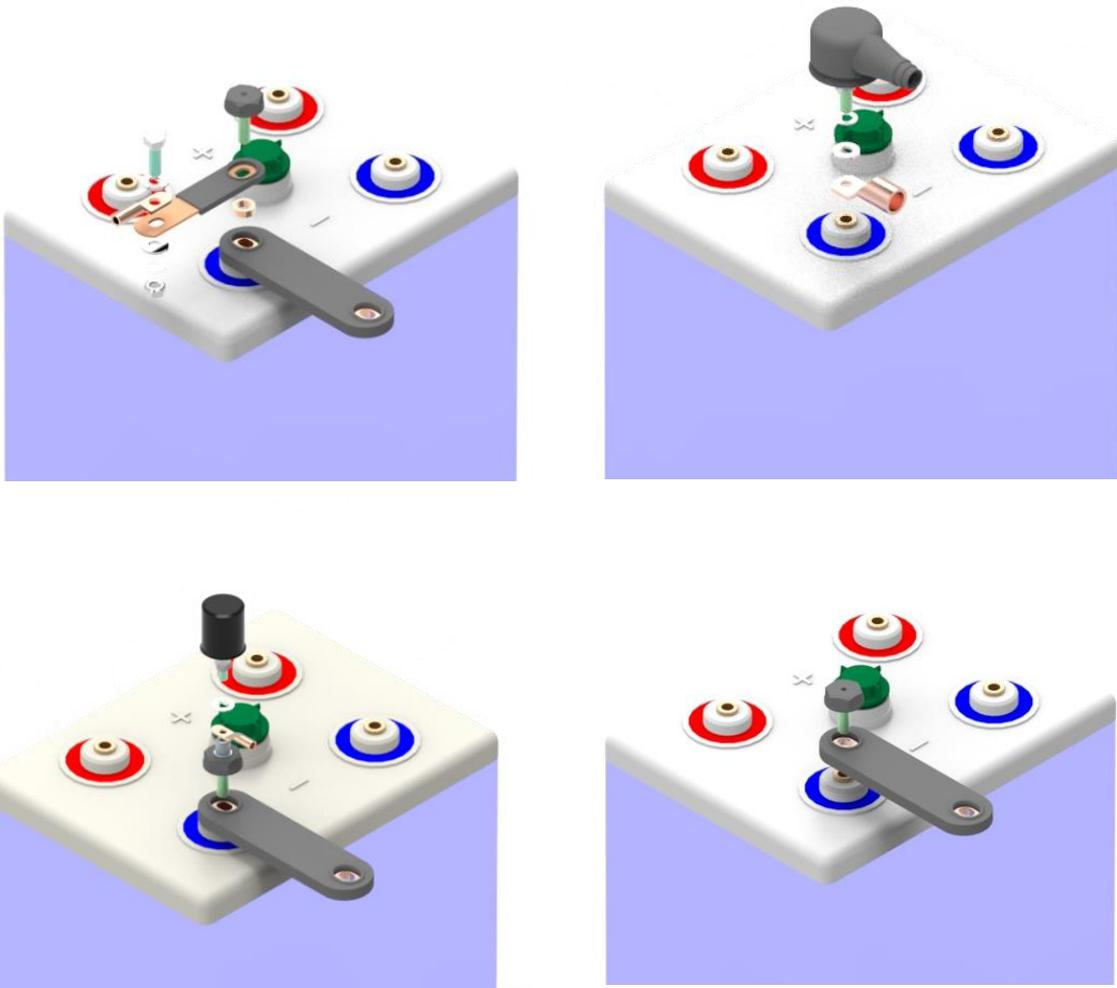

Abbildung 6.6.7-1 - Polanschlussmöglichkeiten für Spannungsabgriffe, Monitoring und Kabelschuhe für Endanschluss
1. Die Zellen bzw. Blockbatterien werden durch isolierte Reihenverbinder (siehe Abbildung 6.6.7-1) miteinander verbunden. Dabei wird der Minuspol einer Zelle bzw. eines Blocks mit dem Pluspol der nächsten Zelle bzw. des nächsten Blocks verbunden, bis die gewünschte Gesamtsystemspannung erreicht ist.